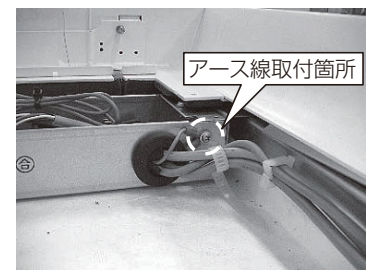

図10-2
- 2) (図10-2) のアース線取付箇所のアースネジを一度取外し、パネルからのアース線と共に再度取付けてください。